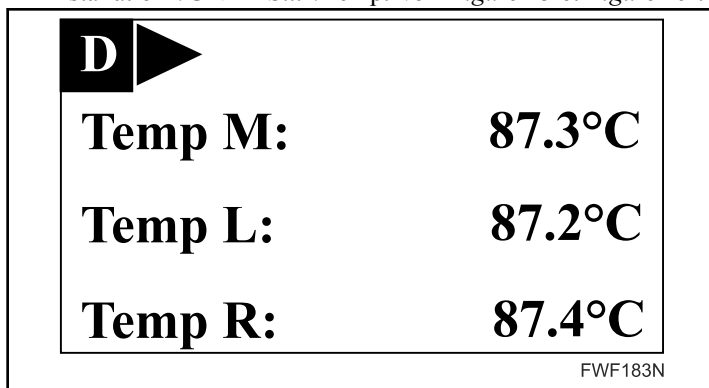
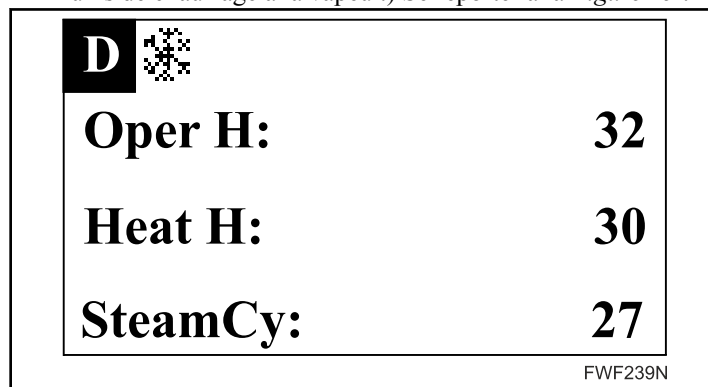

Figure 13
Figure 15
- L'affichage en °C ou en °F dépend des paramètres du Menu Installation \ UNITÉS... \ Temp. Voir *Figure 13* et *Figure 15*.
- La deuxième page de diagnostic affiche les données statistiques relatives au nombre d'heures de fonctionnement, le nombre d'heures de chauffage et le nombre de cycles de chauffage à la vapeur de l'appareil. (Les données relatives aux cycles de chauffage à la vapeur ne sont affichées que pour les appareils munis de chauffage à la vapeur.) Se reporter à la *Figure 15*.